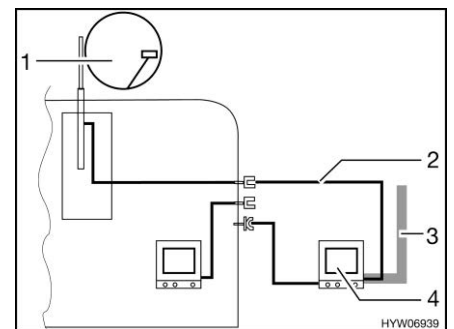

Fig. 152 TV nella tenda veranda
- TV nella tenda veranda (Fig. 152,4): Collegamento all'antenna del tetto (Fig. 152,1) con cavo di collegamento (Fig. 152,2)
- TV nella tenda veranda (Fig. 152,4): Collegamento a antenna esterna (Fig. 152,3)